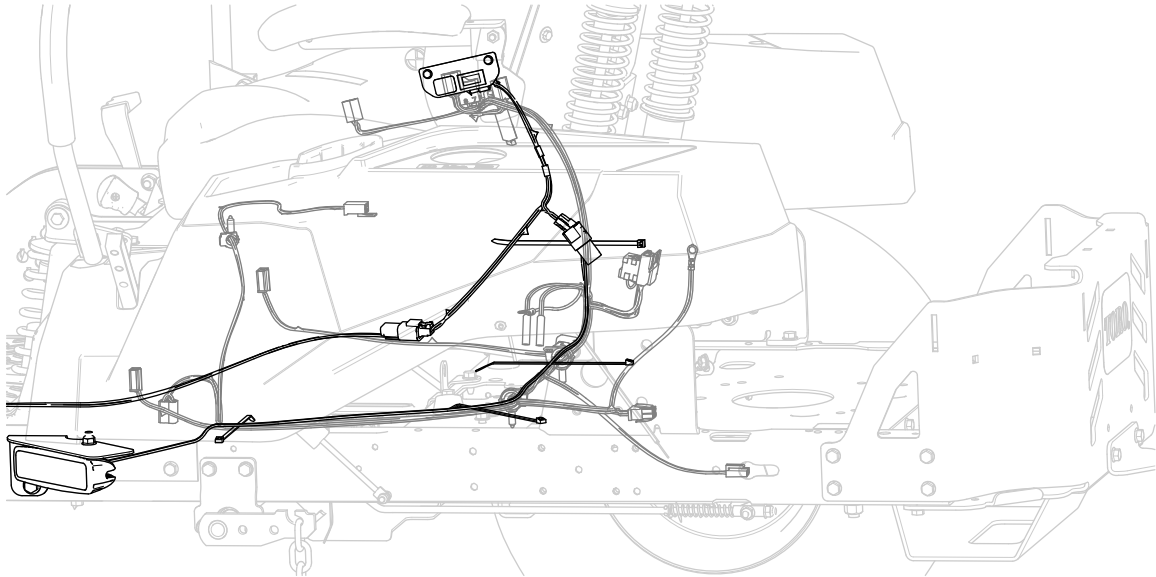
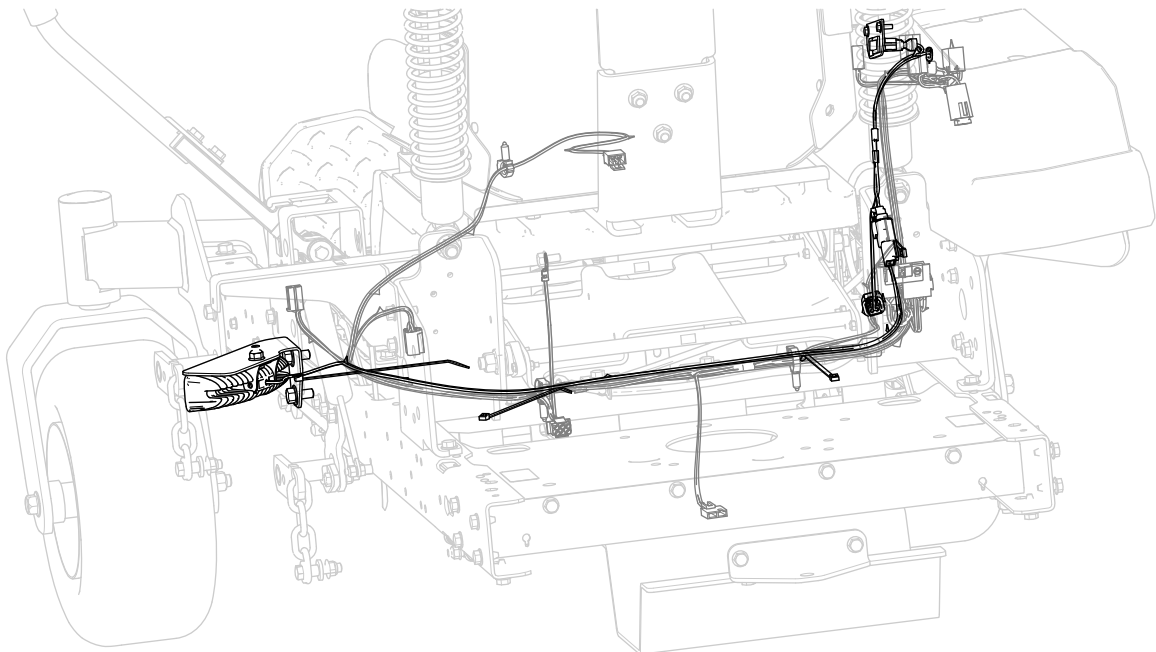

Bild 9
Bild 10
1. Verlegen Sie den Kabelbaum von der linken Seite neben dem Kraftstofftank entlang des Hauptkabelbaums der Maschine (Bild 9).
2. Verlegen Sie den Kabelbaum dann unter der Sitzplatte zu den Bedienelementen (Bild 10).
3. Verlegen Sie den Kabelbaum dann weiter zu den Bedienelementen (Bild 10).
4. Befestigen Sie den Kabelbaum mit vier Kabelbindern am Hauptkabelbaum der Maschine, wie in Bild 9 und Bild 10 abgebildet.
5. Schließen Sie das Kabelbaumkabel der seitlichen Lampe am Kabelbaumanschluss für die Lampen an (Bild 10).